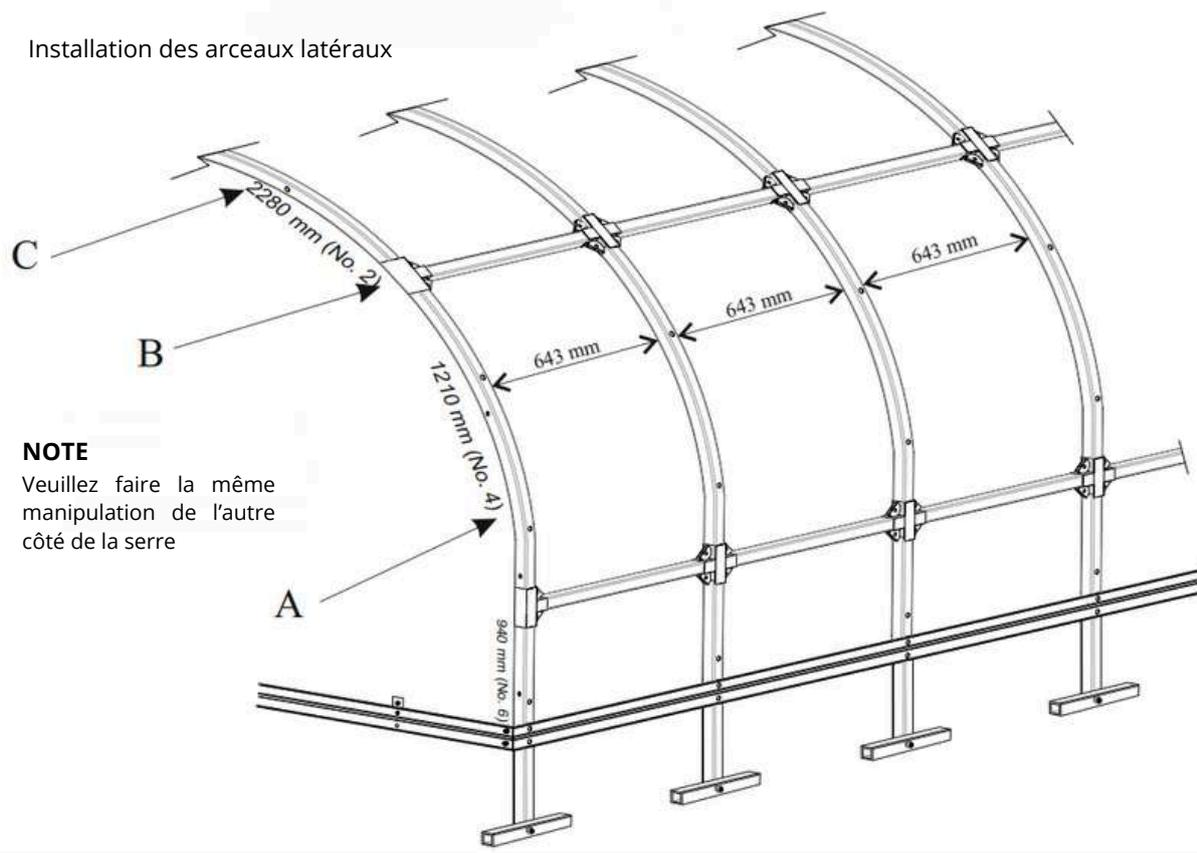

Fig. 8
**9-** Insérez les arches latérales (1210 mm pour les grandes arches (No 2) et 1210 mm de long avec plus de trous de montage (No 4) pour les arches latérales) dans les parties supérieures libres existantes des pièces en T et des unités à quatre branches, et serrez-les. La distance entre les arches doit être égale. Vous pouvez utiliser la fixation transversale supérieure de l'arche (643 mm de long, No 9) pour vérifier la distance. Effectuez la même action des deux côtés. **VOIR FIG. 8 (A). NOTE : Utilisez les pièces de 1210 mm avec plus de trous de montage pour les arches avant et arrière de la serre.**
**10-** Fixez la fixation transversale de l'arche préparée à la partie supérieure de la dernière arche (1210 mm de long, No 4) en utilisant les pièces en T et les unités à quatre branches pré-assemblées en les serrant avec des boulons M5-16 et des écrous. La distance entre les arches doit être égale. Vous pouvez utiliser la fixation transversale supérieure de l'arche (643 mm de long, No 9) pour vérifier la distance. Effectuez la même action des deux côtés. **NOTE : Laissez les extrémités des pièces en T et des unités à quatre branches libres, ne les serrez pas fermement. VOIR FIG. 8 (B)**
**11-** Insérez les arches supérieures (2280 mm de long (No 1) et 2280 mm de long (No 2) avec plus de trous de montage) dans les parties supérieures libres existantes des pièces en T et des unités à quatre branches, et serrez-les. C'est la dernière partie de l'arche et elle est insérée dans les parties supérieures libres des pièces en T et des unités à quatre branches situées des deux côtés. La distance entre les arches doit être égale. Vous pouvez utiliser la fixation transversale supérieure de l'arche (643 mm de long, No 9) pour vérifier la distance. **NOTE : Utilisez les pièces de 2280 mm avec plus de trous de montage pour les arches avant et arrière de la serre. VOIR FIG. 8-C**